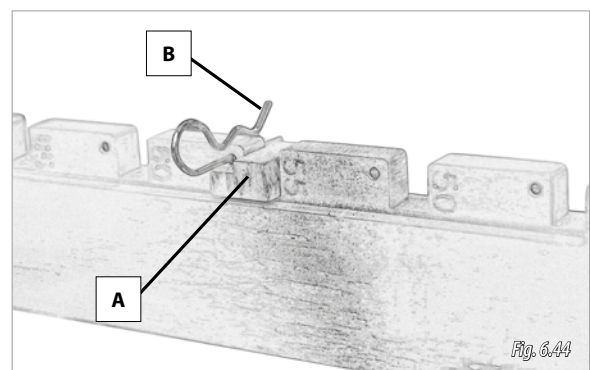

Fig. 6.44
- 1- Scoateți bolturile (B, Fig. 6.44) elementelor și retrageți tamponurile de deschidere (A, Fig. 6.44).
- 2- Scoateți bolturile (B, Fig. 6.44) din elemente și retrageți tamponale de deschidere (A, Fig. 6.44).